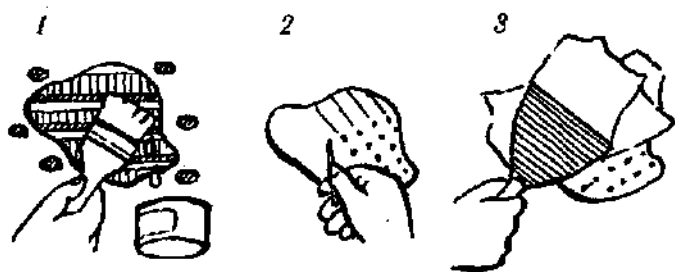

Рис. 136. Ремонт штукатурки: 1 — подготовка отверстия; 2 — процарапывание первого слоя шпатлевки; 3 — нанесение второго слоя.
**Восстановление просевшей штукатурки.** Бывает, что отставший участок остается прочным; в этом случае его можно привернуть к драни шурупами для гипсокартонных плит со специальными штукатурными шайбами большого диаметра (рис. 136). Шурупы следует вворачивать через каждые 10 см, заделывая их виниловой шпатлевкой для внутренних работ (время высыхания около 40 минут). Затем этот участок шлифуют и грунтуют, скажем, белопигментным шеллаком.